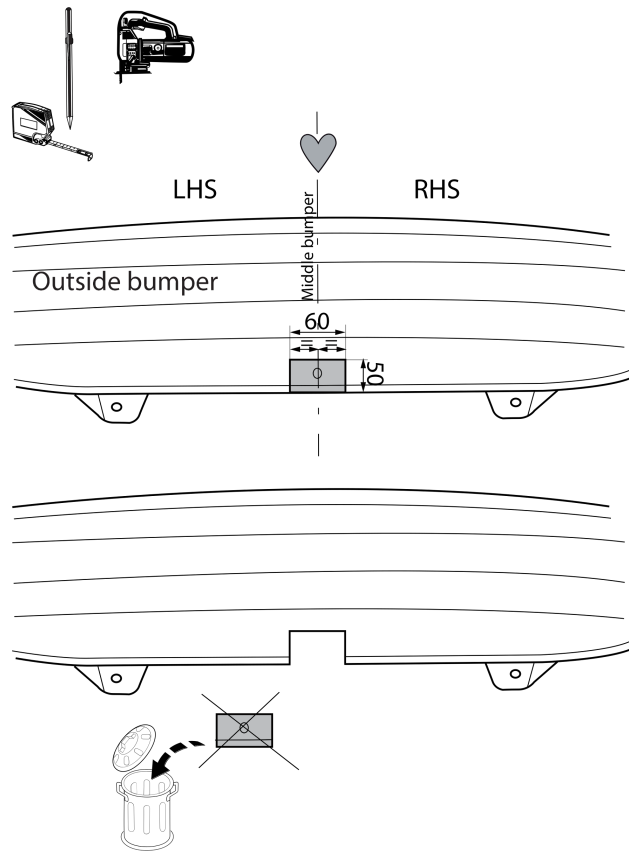

Fig. 3
5. Выпилить обозначенную часть, как указано на рис. 3.